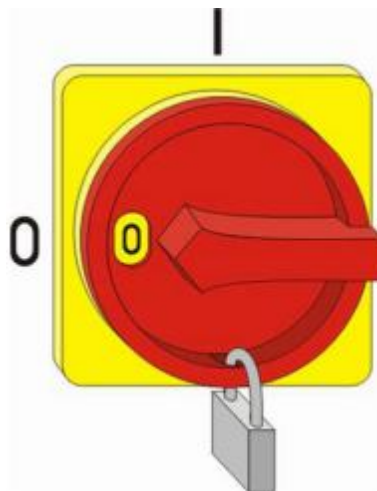

Рис. 22: Фиксация главного выключателя
2. ➤ Зафиксировать главный выключатель с помощью замка (Рис. 22).